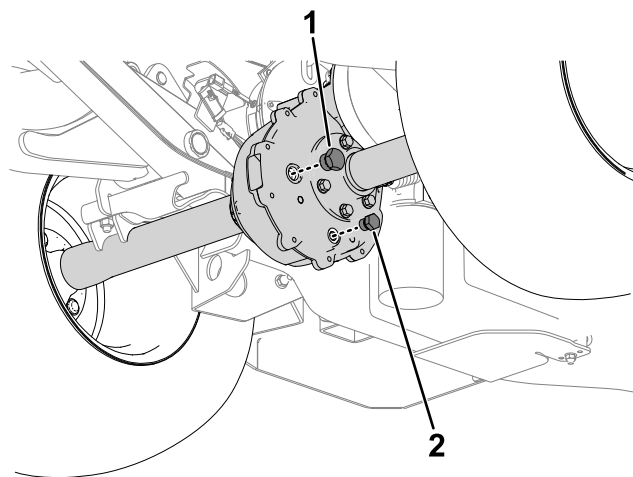

Bild 53
2. Entfernen Sie die Füllschraube (Bild 53).
3. Entfernen Sie die Ablassschraube (Bild 53) und lassen Sie das Öl vollständig ablaufen.